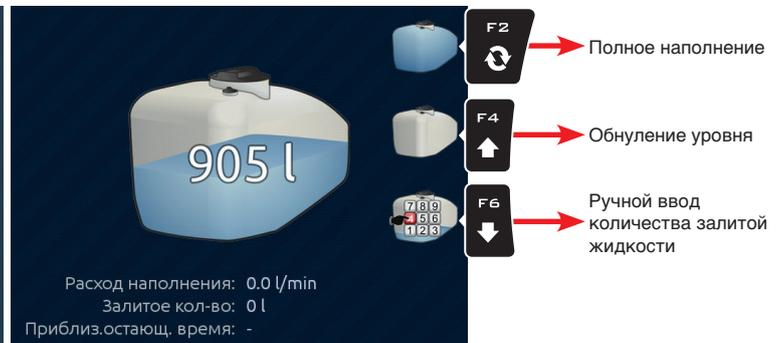

Рис. 292
- 2 Нажмите **F3**, чтобы отобразить меню **Цистерна** (Рис. 292).